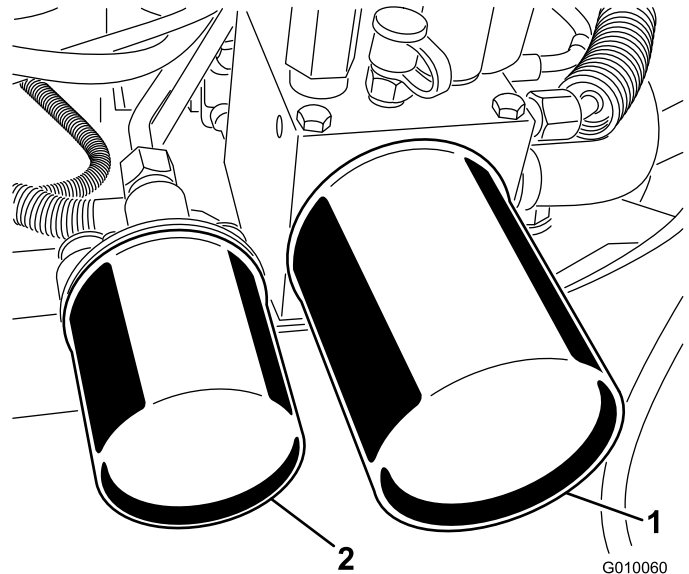

Bild 59
2. Stellen Sie eine Auffangwanne unter den Filter, bauen Sie den alten Filter aus und wischen Sie die Dichtungsfläche des Filterstutzens sauber (Bild 59).